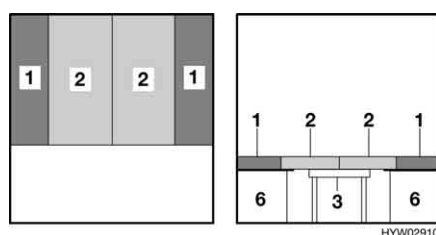

Fig. 44 Dopo la trasformazione
- Collocare i cuscini dello schienale (Fig. 44,1) sulla parete esterna. Rispettare la forma cuneiforme.
- Premere entrambi i cuscini del divano (Fig. 44,2) fra i cuscini dello schienale.